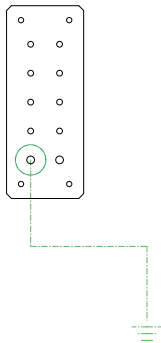
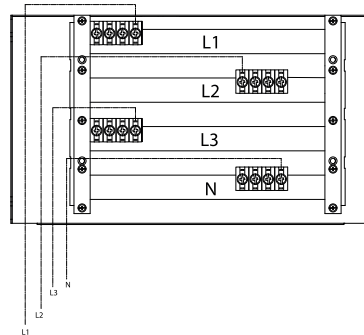

Fig. 5.6
Fig. 5.7
4. Connettere il cavo di messa a terra all'apposita piastra alla sinistra delle barre di distribuzione (Fig. 5.6). Fissare il capicorda occhiello con vite M6. Usare chiave dinamometrica rispettando il serraggio a 9,5 Nm. Connettere i 4 x cavi di alimentazione 3ph + N utilizzando i morsetti disponibili e rispettando la sequenza delle 3 fasi (Fig. 5.7). Usare chiave dinamometrica per il serraggio dei morsetti, rispettando la coppia indicata sugli stessi.